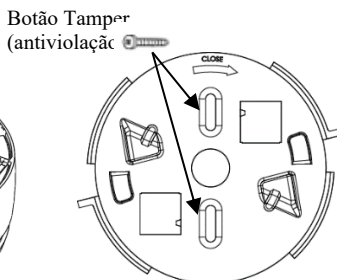

Figura 8
3. Use os furos do suporte como molde e fixe o suporte na superfície de instalação (*ver Figura 8*).